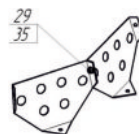

Рис. 16
3.11. Преодолевая усилие пружины (17), оттянуть фиксатор (4) вниз и повернуть ёмкость на удобный угол. Прикрепить лопасти (6) к ёмкости нижней (8) и ёмкости верхней (19), с помощью болтов (22), шайб (13) и гаек (35), при этом, шайбы установить с наружной стороны ёмкостей.
Возможна комплектация бетоносмесителя сборными лопастями (рис. 16). В этом случае необходимо две полу-лопасти скрепить между собой болтом (21) и гайкой (29). После установить в бетоносмеситель по направлению вращения ёмкости (указано на рис. 16 стрелкой) с помощью болтов (22), шайб (13) и гаек (35).